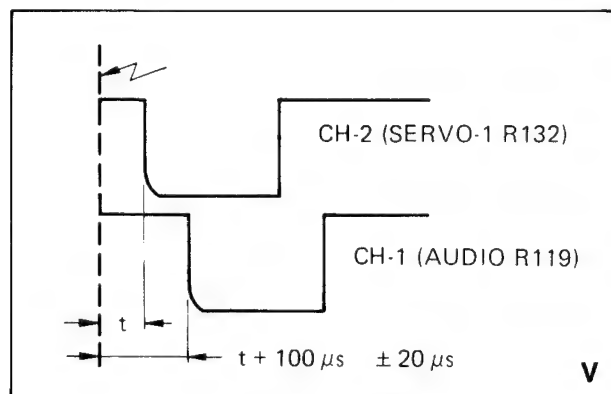

Bild 3-12
4. Trigger-Slope auf – und mit R 119 (Audio-Platte) den Impuls zeitlich so verschieben, daß der Abstand zwischen Triggerpunkt und Impuls  $t + 100 \mu s$  beträgt (Bild 3-12). Die Standbildwiedergabe muß nun zitterfrei sein.